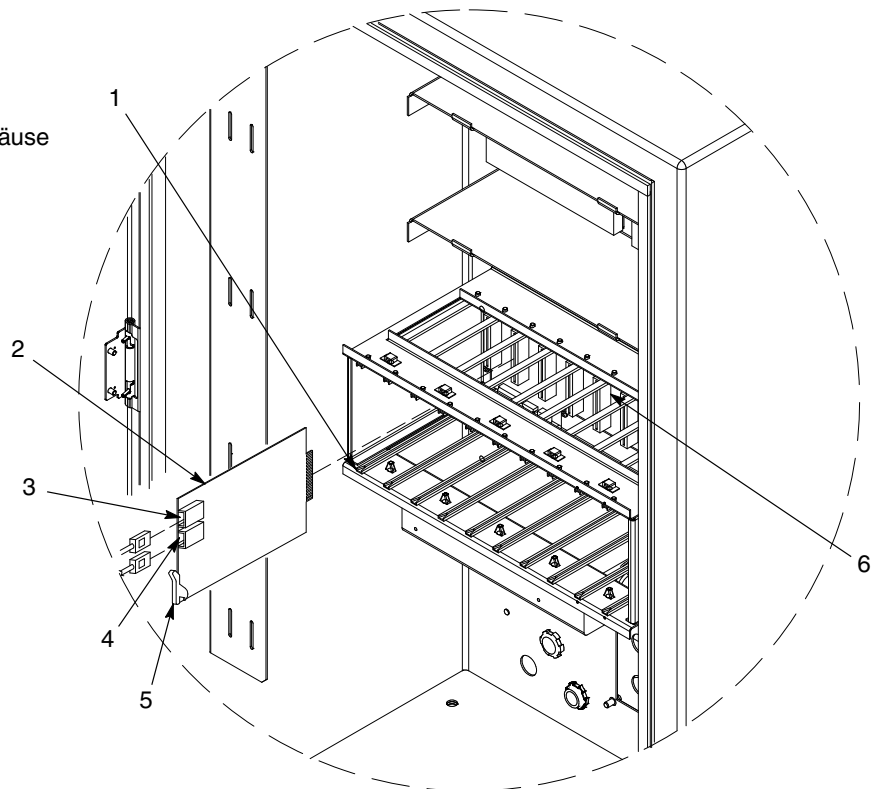

Abb. 5-2 Pistolensteuerungskarte ersetzen
Siehe Abb. 5-2. Die Pistolensteuerungskarten (2) werden im Platinengehäuse von links nach rechts installiert. Jede Karte steuert zwei Pistolen: die untere Buchse ist die ungerade Pistolennummer, die obere Buchse ist die gerade Pistolennummer.